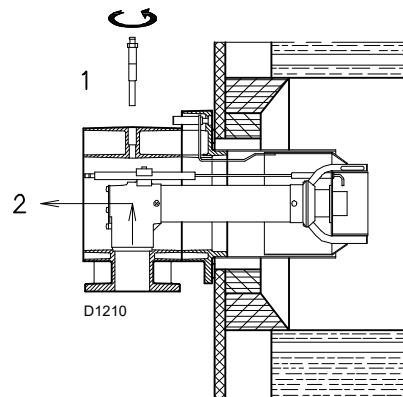

Fig. 12
- d'enlever la vis 1)(Fig. 12) ;
- d'extraire la partie interne 2)(Fig. 12) de la tête et de procéder à leur réglage.
À ce point de l'installation, la tête de combustion est fixée à la chaudière comme illustré dans la Fig. 12. Il est donc facile de la régler, le réglage dépend uniquement de la puissance maximale du brûleur.